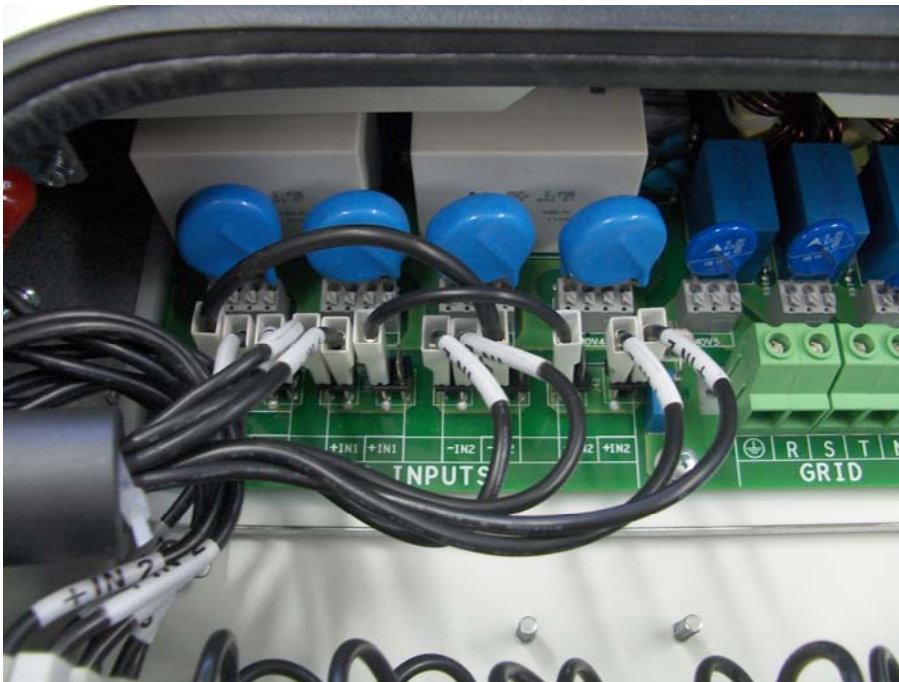
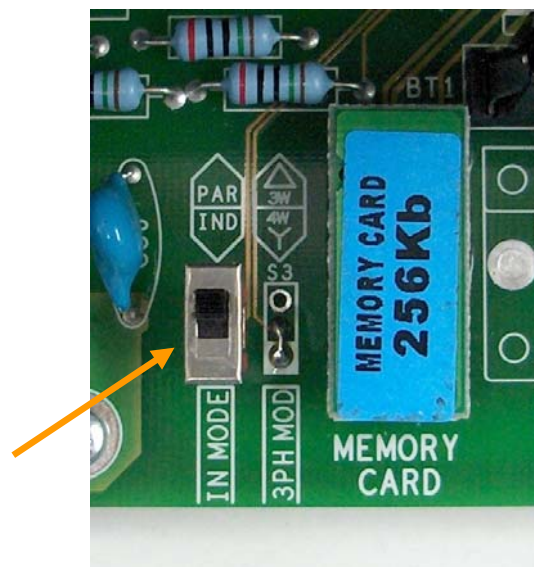

Abb. 14 Verbindung/Konfiguration der beiden parallel geschalteten Kanäle
Abb. 15 Verbindung/Konfiguration der beiden parallel geschalteten Kanäle
**ACHTUNG:** Überschreiten die vom Array gelieferte Leistung oder der Strom die maximale Leistung einer Eingangssektion des Wechselrichters, müssen diese beiden Sektionen parallel geschaltet werden, indem man zwei Überbrückungen zwischen den Anschlüssen des Klemmenbretts verkabelt. Das Klemmenbrett ist nach Abnahme des Deckels den Beschreibungen im Par. 3.7 gemäß zugänglich. Die für die Überbrückung erforderlichen Litzen mit einem Schnitt von  $6 \text{ mm}^2$  (AWG10) müssen jeweils zwischen die Klemmen  $-IN1$  und  $-IN2$  beim Negativpol und zwischen den Klemmen  $+IN1$  und  $+IN2$  beim Positivpol geschlossen werden. Siehe dazu Abb. 14. Darüber hinaus muss der Wechselrichter so konfiguriert werden, dass man mit zwei, parallel verkabelten Sektionen (ein String) arbeiten kann, wobei der auf der Abb. 15 dargestellte Schalter in die Position "PAR" gebracht werden muss.